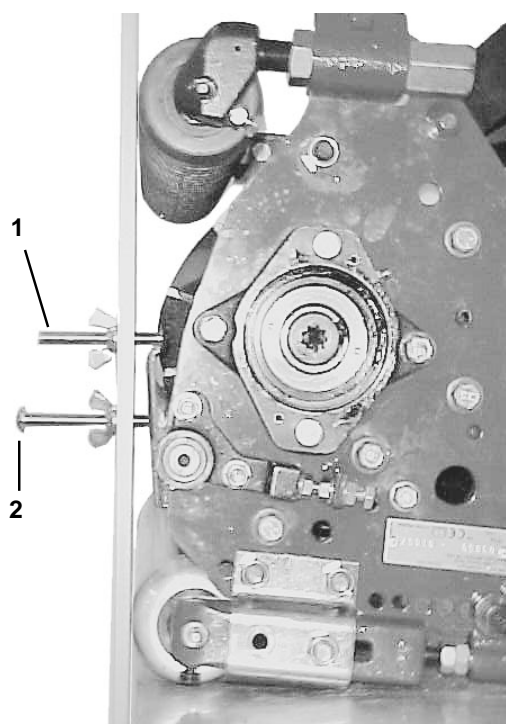

Figure 13
4. Après avoir tourné l'unité de coupe à la verticale, placez un gabarit en travers des rouleaux avant et arrière. La tête de la première vis doit s'adapter parfaitement sur le bord de la contre-lame et l'extrémité de la deuxième vis doit toucher la base de la contre-lame (Fig. 13). Si un espace sépare le rouleau avant et le calibre, abaissez le rouleau avant jusqu'à ce qu'il touche le calibre. Vérifiez le rouleau avant (orientation) à chaque extrémité de la contre-lame.